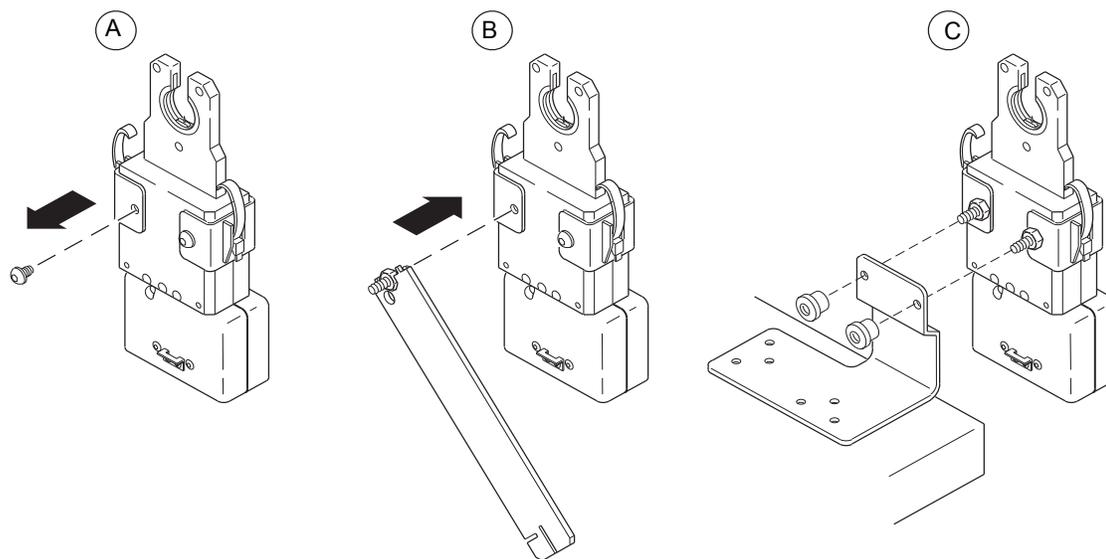

図22: ベンチ取り付け用ブラケット(シリーズ8)の使用
1. ラッチ・ブラケットをウェルド・ヘッドに固定しているボタン・ヘッド・ネジを 1 本取り外します(図 22 の A)。同梱のアダプター・ネジを 1 本差し込みます。
2. 1/4 インチ・サイズのレンチまたはマイクロ・フィクチャー・ツールを使用して、アダプター・ネジを固定します(図 22 の B)。
5. アダプター・ネジの露出部分をブラケットの穴に挿入できるように、ウェルド・ヘッドの位置を合わせます(図 22 の C)。